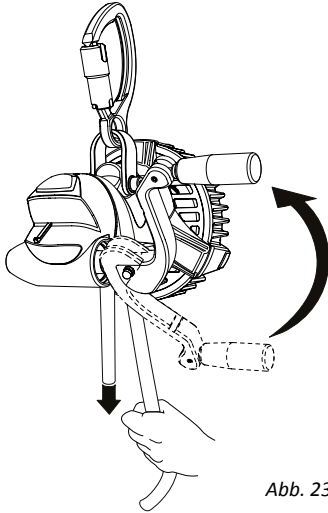
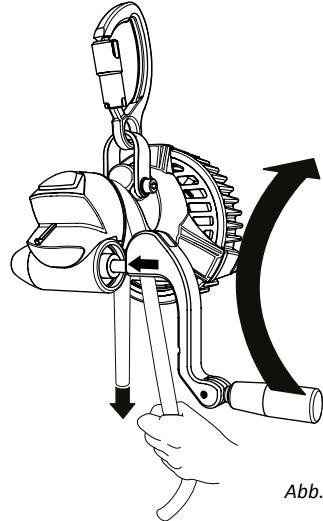
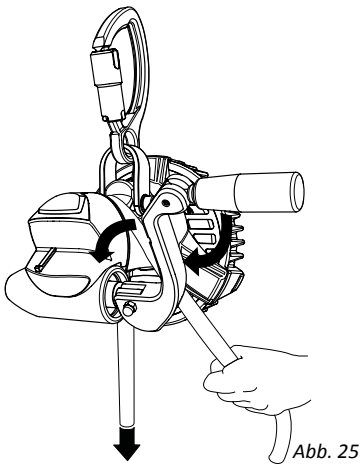

Abb. 23
Abb. 24
Abb. 25
6. Die Kurbel (Abb. 23) in die Seilbremsenstellung umklappen; falls erforderlich erst im Uhrzeigersinn (Abb. 24) kurbeln, bis die Kurbel in die automatische Abseilstellung umgeklappt werden kann (Abb. 25 und 26).